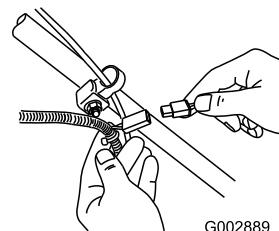

Figura 30
- Collegate il caricabatterie al cablaggio situato sotto il pulsante di avviamento elettrico (Figura 30).